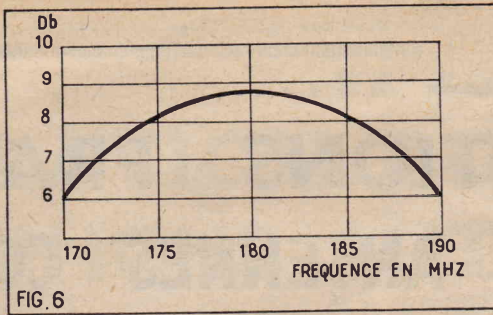

FIG. 6. — Variations de gain le long de la gamme présentée par l'antenne figure 4.
Mais le résultat n'est pas excellent. Nous aurons un gain de 10 db au centre de la bande (180). Mais ce gain n'est pas très constant. Le gain n'est plus que de 6 db à 170 et à 190 MHz. On constate donc que dans l'ensemble, le gain total n'est pas notablement supérieur à celui de l'antenne à cinq éléments (fig. 6).